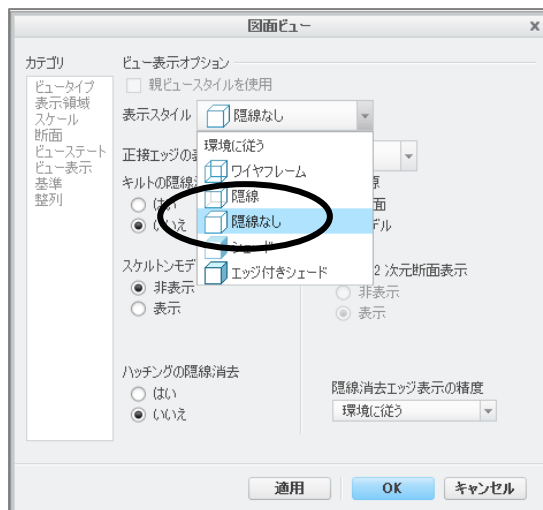

Fig.31 図面ビュー
5. 2つの図を選択し、Fig.31のように右クリック→図面ビュー→「陰線なし」に設定する。